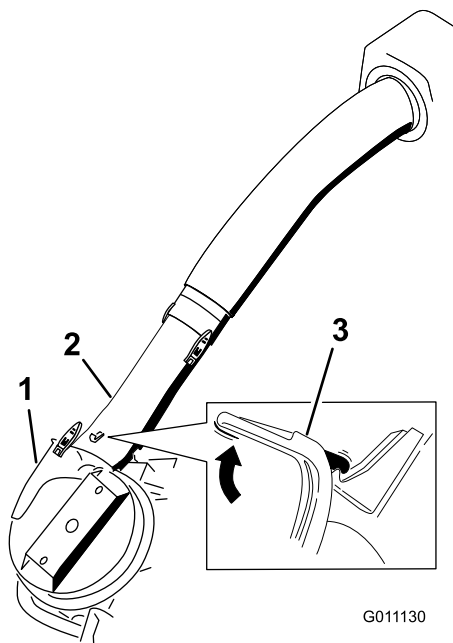

Bild 26
9. Schieben Sie das untere Rohr auf das Gebläse und verriegeln sie (Bild 26).